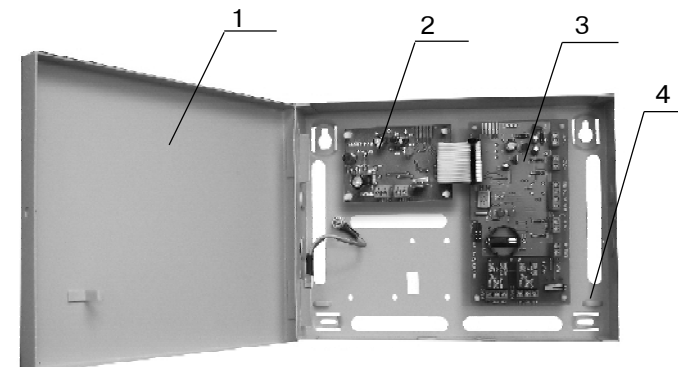

Рис. 3. Конструкция БЦ-А
Конструкция БЦ-А исполнение 1 приведена на рис. 3. Основными элементами БЦ-А являются: основание корпуса (4), плата центрального процессора (3) и модуль адресного шлейфа (МАС) (2).